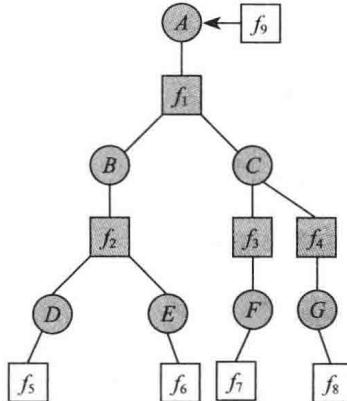

图 9-17 一个节点对应一棵树
2) 对于任意 X_i ，为了方便称为 A ，我们把它当成根节点，如图 9-17 所示。